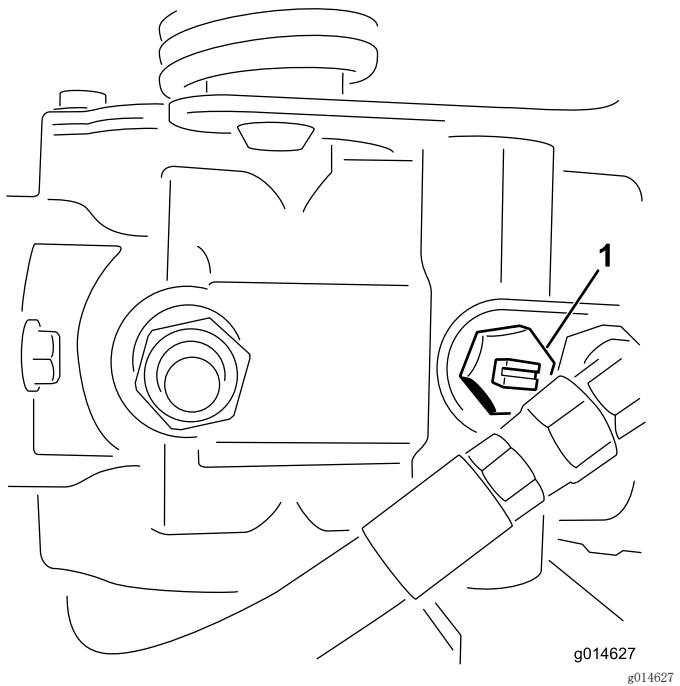

图42
1. 找到并旋转泵上的旁通阀、使槽处于垂直位置（图 42）。
2. 启动发动机之前、旋转旁通阀、使槽处于水平位置、这样就可以关闭旁通阀（图42）。旁通阀打开时，切勿启动发动机。